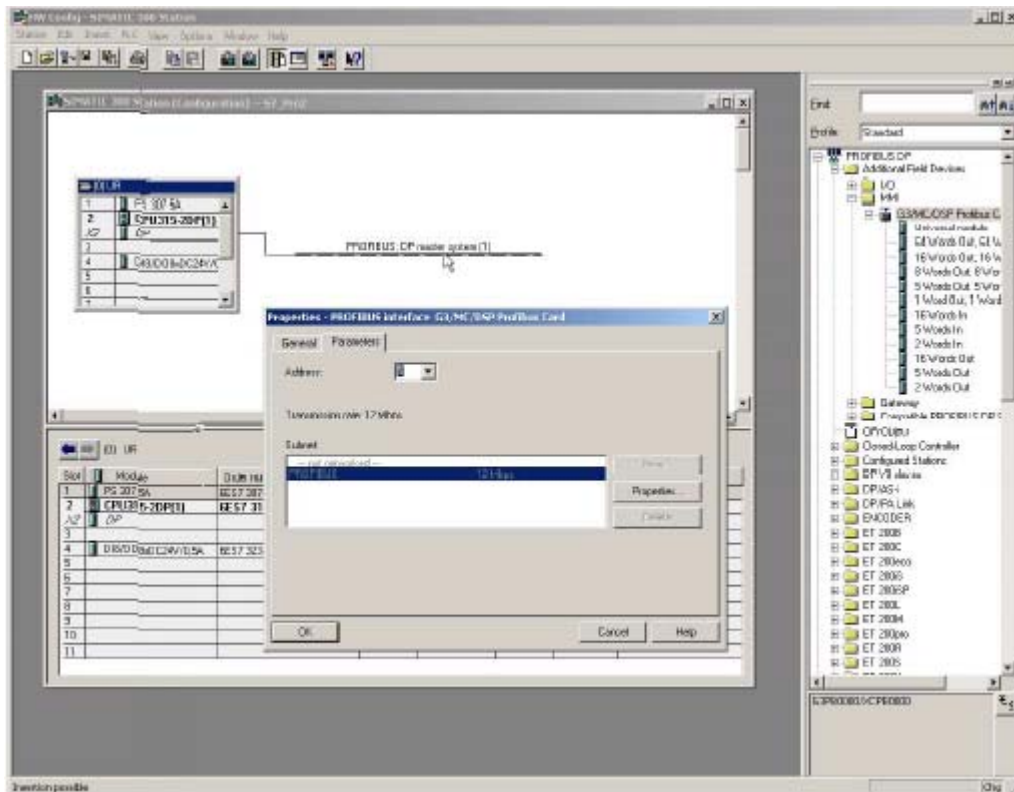

ABB. 58: Graco Gateway dem Profibus-Netzwerk hinzufügen
Im sich öffnenden Eigenschaftsfenster die Profibus-Adresse auswählen, die das Gateway im Netzwerk erhält. Diese Adresse muss eindeutig sein. In diesem Beispiel erhält das Gateway die Adresse 5. ABB. 58. Klicken Sie auf „OK“.
**HINWEIS:** Damit die Formel funktioniert, müssen alle Blöcke in der SPS-Profibus-Konfiguration für das Gateway aufeinanderfolgend sein. ABB. 58.